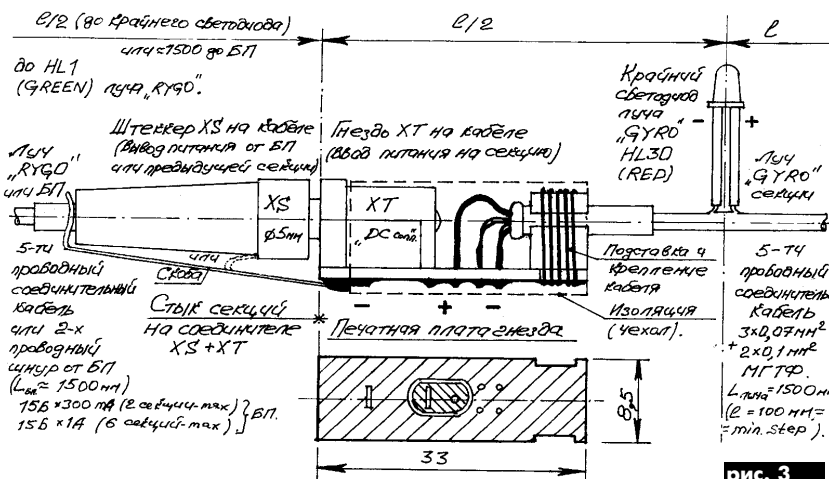

рис. 3
В середине секции (рис. 1) включают программный переключатель, позволяющий реализовать различные варианты световых эффектов простым и недорогим способом. Конструктивно изготовление одной секции выглядит так. Программируемый переключатель на 6 каналов выполнен на небольшой плате размерами 22,5 × 88 мм из фольгированного стеклотекстолита толщиной 1,5 мм. С торцов к плате подключают кабели ("лучи" секции, расходящиеся в разные стороны от переключателя). Каждый "луч" состоит из цепочек светодиодов трех цветов: красного (R), зеленого (G) и желтого (Y), переплетенных между собой с чередованием цветов. "Лучи" отличаются друг от друга чередованием цветов и обозначены GYRO (левый) и RYGO (правый). Для гибкости применены провода марки МГТФ сечением 0,07 мм для контактов "+" светодиодов (R, G, Y) и сечением 0,1 мм для проводов питания (0 и +) (рис. 2). На рис. 3 показан чертеж узла стыка секций.